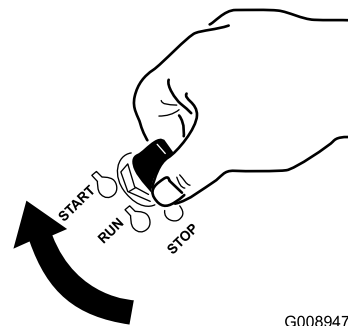

Figura 12
1. Gire la llave de contacto a la posición de ARRANQUE (Figura 12).
6. Gire la llave de contacto a la posición de ARRANQUE (P). Figura 12 Cuando el motor arranque, suelte la llave.